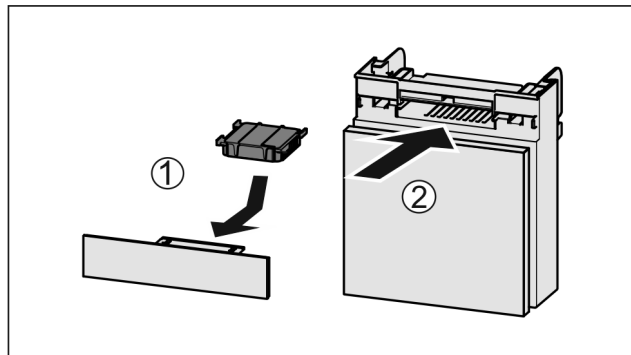

Fig. 175
- Vendosni filtrin me karbon aktiv siç tregohet në figurë Fig. 175 (1).
- Futni kutinë në vend Fig. 175 (2).